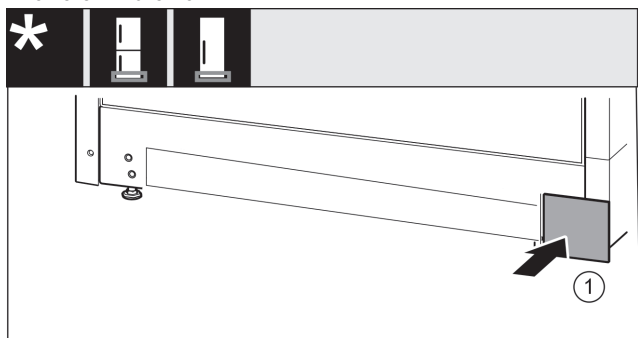

Fig. 50
- ▶ Riapplicare la copertura Fig. 50 (1) sull'altro lato.